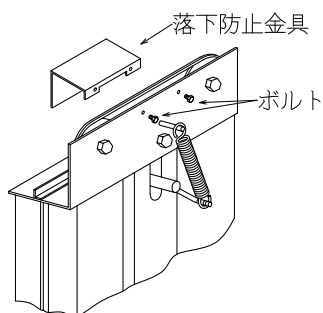
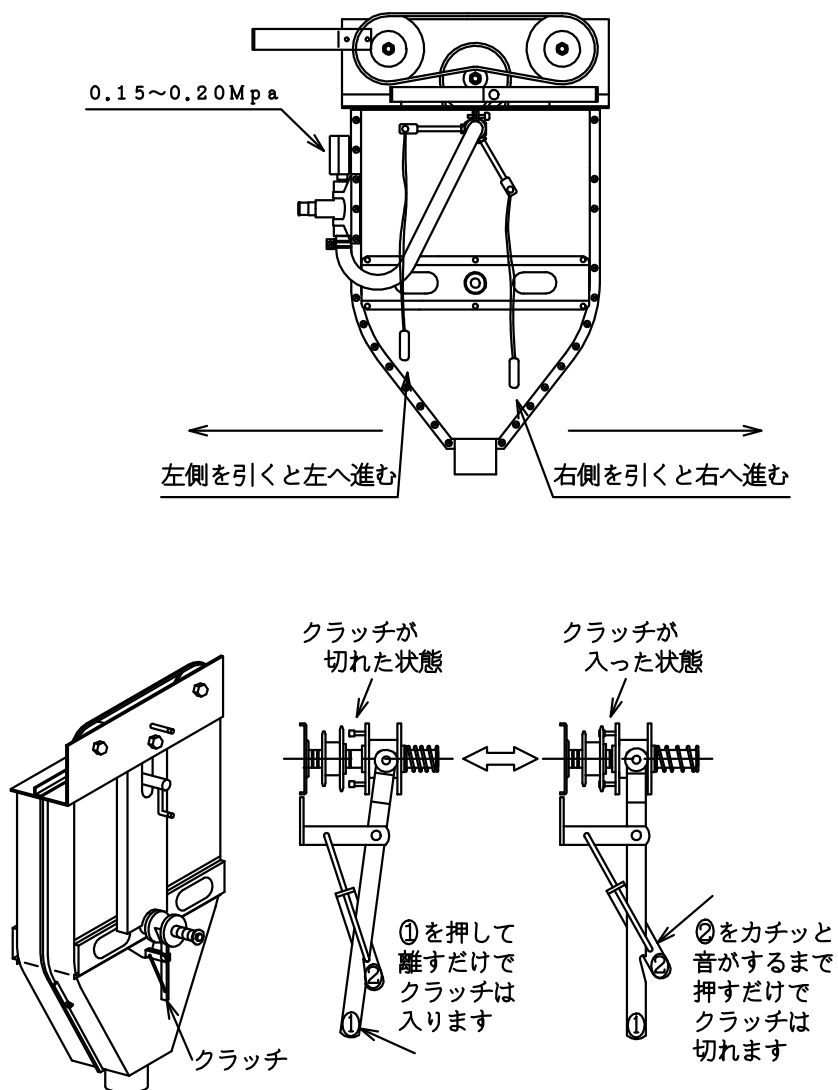

図20
図19
③エア抜きホースの取付 (図19)
(7) オプション部品の取付
①落下防止金具の取付 (図20)